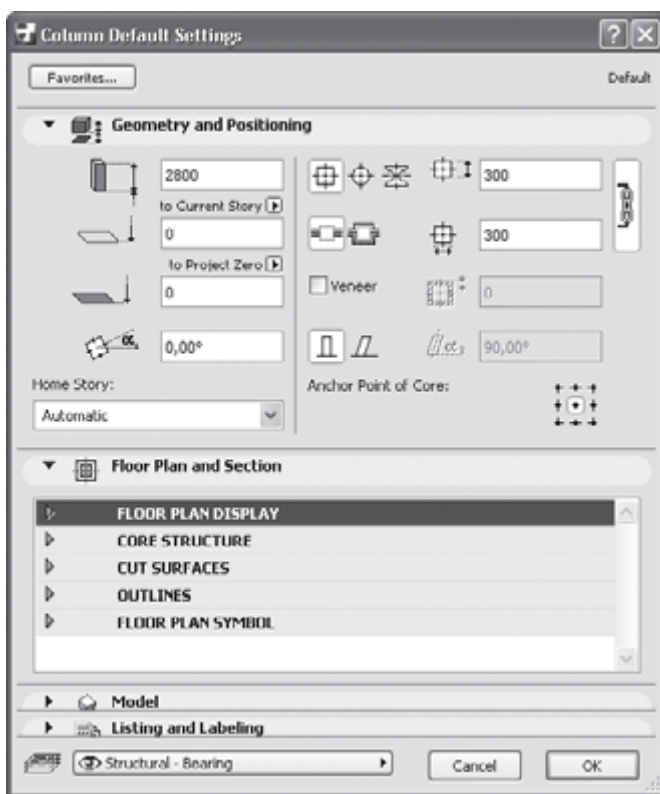

Рис. 5.29. Окно настройки параметров колонн по умолчанию
Щелчок на кнопке  открывает окно Column Default Settings (Настройка параметров колонн по умолчанию) (рис. 5.29).
2. Настройте необходимые параметры колонны в окне Column Default Settings (Настройка параметров колонн по умолчанию) (см. рис. 5.29) или используя соответствующие элементы управления информационной палитры.